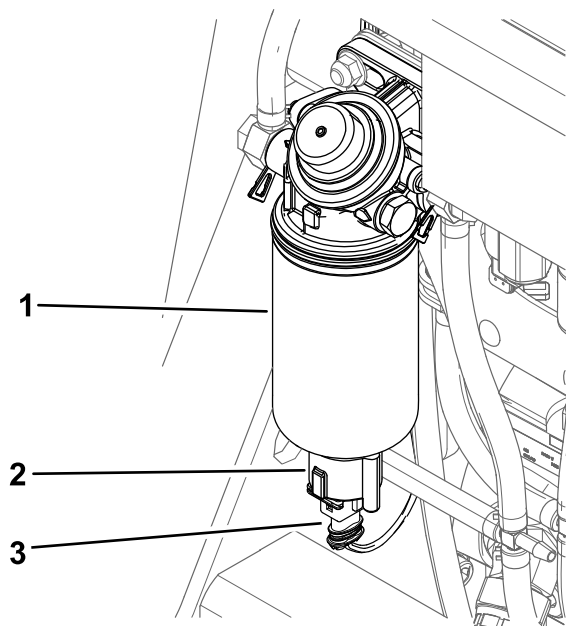

Figura 59
6. Desconecte el arnés de cables del separador de agua (Figura 59).
7. Desenrosque el interruptor de la parte inferior del cartucho del filtro y deje que se vacíe el agua (Figura 59).
8. Instale el interruptor (Figura 59).
9. Conecte el arnés de cables al interruptor (Figura 59).
6. Desenrosque el interruptor y vacíe el separador de agua (Figura 59).